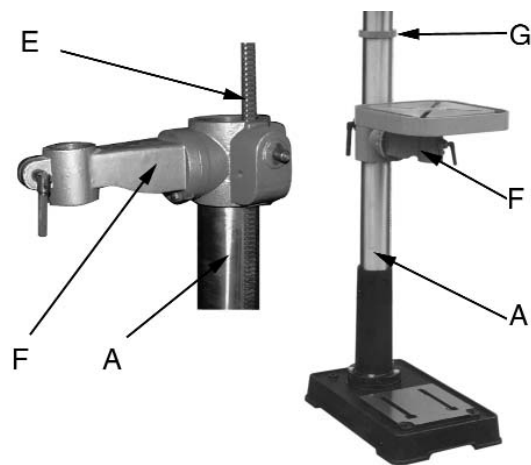

Abb. 2
- b) Richten Sie nun die Zahnstange (E) innerhalb des Tischträgers (F) so aus, daß die Zähne der Zahnstange (E) im Zahnrad des Bohrtischhalters (F) einrasten. Schieben Sie den Bohrtischhalter (F) mit der Zahnstange (E) auf die Säule. Schieben Sie nun den Haltering (D) auf die Zahnstange (E). Ziehen Sie die Schraube am Haltering (D) leicht an. (siehe Abb. 2)